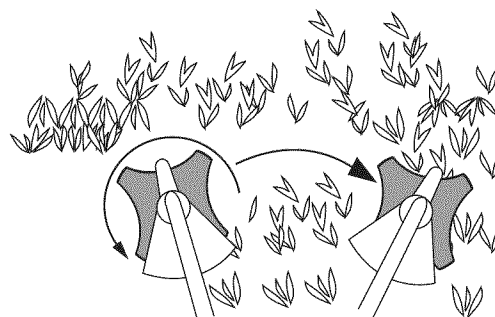

Fig. 15
- Corte de izquierda a derecha (Fig. 15). Esto mejora la eficiencia de corte de la unidad y arroja los desechos de yerba lejos del operador. Para evitar que el material se acumule alrededor de la cuchilla, evite cortar los desechos en la maniobra de retorno.